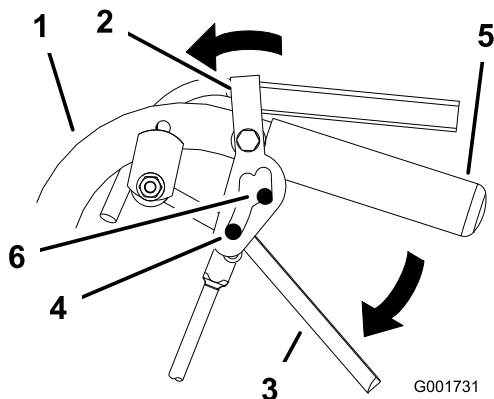

Figura 9
2. Posizionate i pollici sulla parte superiore dei blocchi e spostateli in avanti fino a quando i perni non si trovano nella scanalatura anteriore (Figura 9).